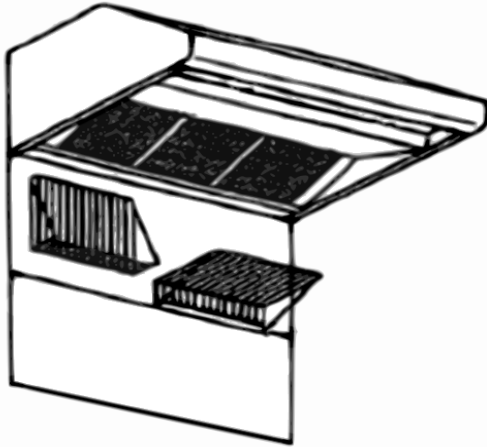

Figure 13 : Dossieret de protection avec étagère garde-chaud
- La hotte peut être montée en premier si le dossieret de protection est installé avec une étagère garde-chaud puisque cette étagère couvrira les vis de montage supérieures du dossieret de protection (Figure 13).